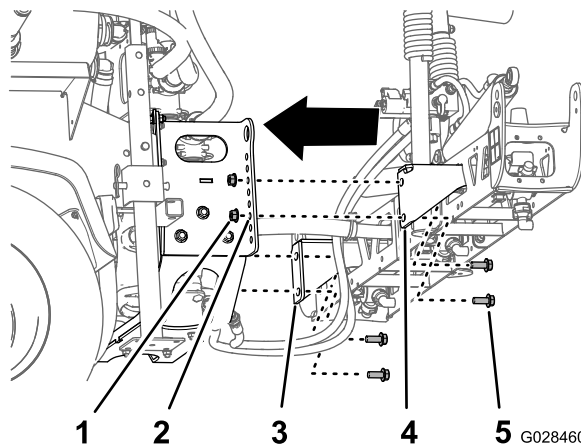

図 39
2. センターブームアセンブリの取り付けブラケットの底部にある穴を、スキッドフレームのブームサポートの下から3番目の穴に、図 39 のように整列させる。